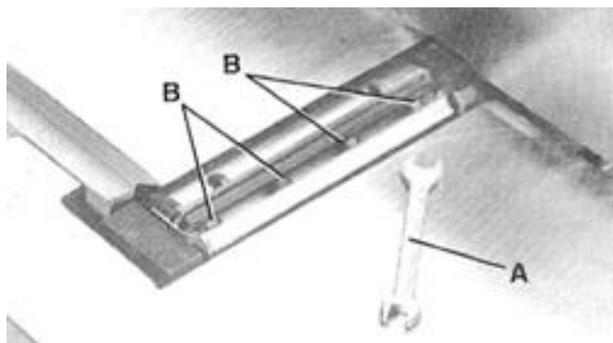

Рис. 57 Стопорные винты
2. Используя ключ, немного открутите четыре стопорные винта (В) в отверстии каждого резца, поворачивая винты (В) по часовой стрелке. Это снимет нагрузку с режущей головки. Рис. 57.
3. Открутите винты (В) – Рис. 57 и демонтируйте резцы и стопорный пруток.
7. Замените стопорные прутки (D) – Рис. 58 и резцы (С) в каждом отверстии режущей головки. **ПРЕДУПРЕЖДЕНИЕ: БУДЬТЕ ОСТОРОЖНЫ ВО ВРЕМЯ УСТАНОВКИ РЕЗЦОВ, ТАК ИХ КРАЯ ОЧЕНЬ ОСТРЫЕ.** Опустите резец как можно ниже и затяните винты (В) – Рис. 57, повернув каждый